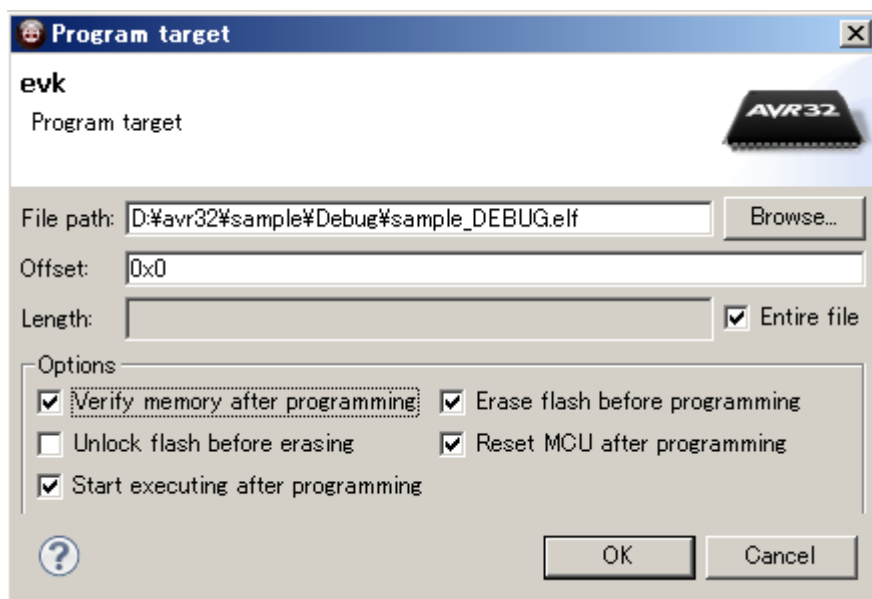

Fig.26 “Program target”
⑤ Fig.26 のような”Program target”のダイアログが表示され、書き込むプログラムを聞いてきます。”Browse...”ボタンを押してプログラムファイルを選択します。”OK”を押すと書き込みが開始されます。